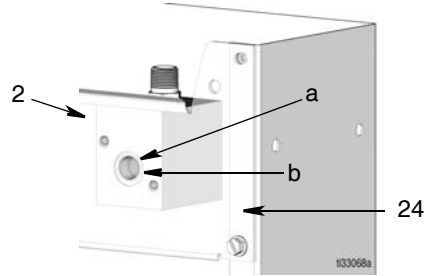

FIG. 10
3. Introduzca el colector (2) en el dispensador de aceite, orientando el orificio (a) de la parte delantera del colector con el orificio (b) de la placa de montaje (24), como se muestra en la FIG. 10.